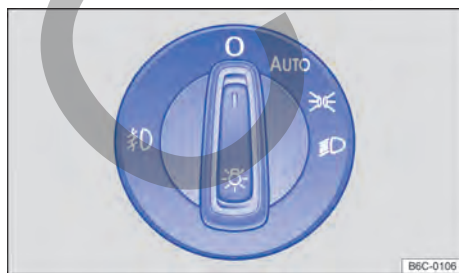

Fig. 70 Al lado del volante: interruptor de luces (una variante).
- **Encender el faro de neblina** : Tire del conmutador de las luces hacia afuera → fig. 70, hasta la primera ranura. La luz de control  se enciende en el conmutador en color verde.